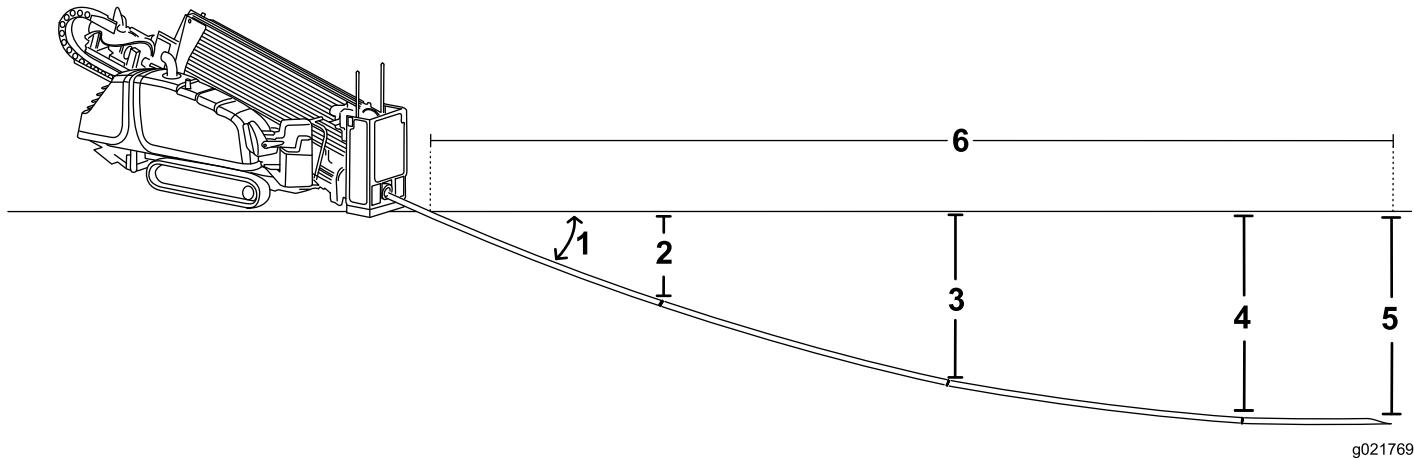

Figura 29
- Se insertan los primeros 3 m (10 pies) de broca/tubo en el suelo sin desviación. El extremo de la broca estará a una profundidad de 53 cm (21") (Figura 29).